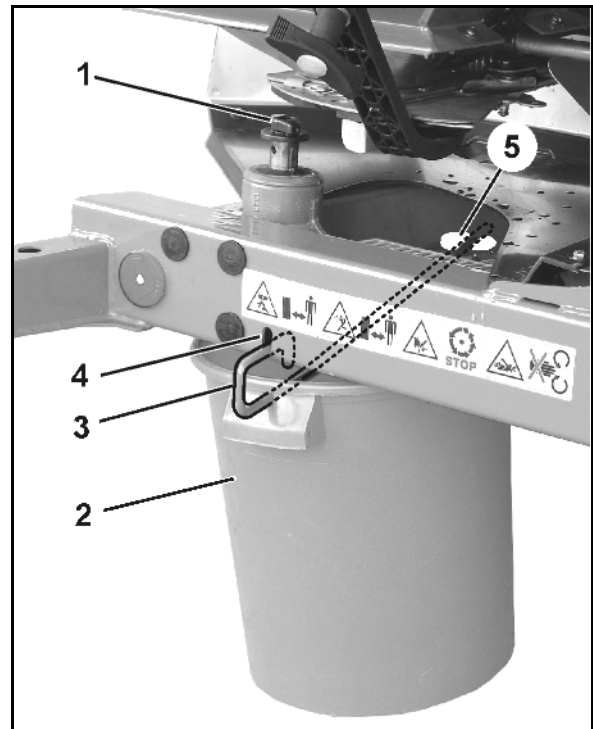

Fig. 61
- 2.1 Skru vingeskruen (Fig. 61/1) til fastgørelse af spredeskiven ud, og træk spredeskiven af drivakslen.
3. Hæng samlebeholderen (Fig. 61/2) i holderne (Fig. 61/4 og Fig. 61/5) på rammen ved hjælp af bøjlen (Fig. 61/3).